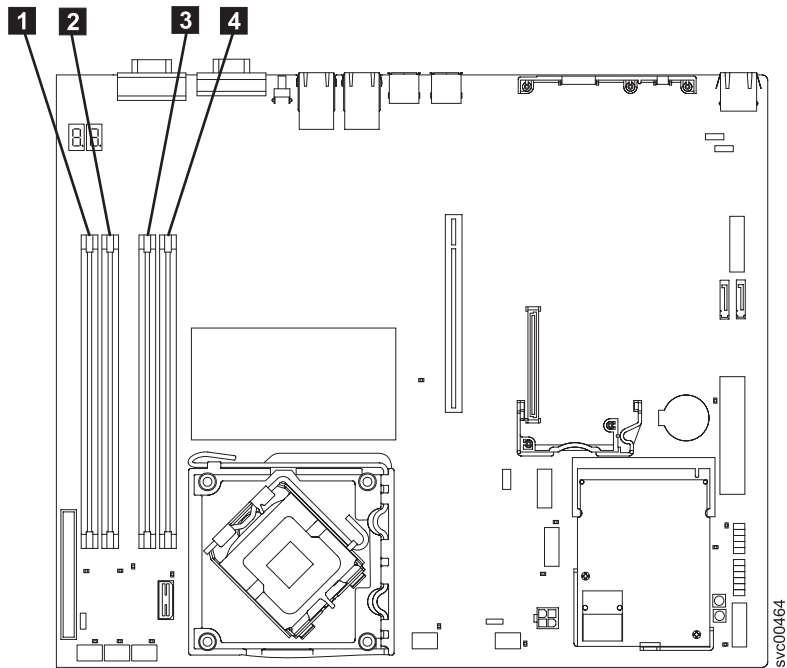

図 79. SAN ボリューム・コントローラー 2145-8A4 メモリー・モジュールのを見つけ方
- SAN ボリューム・コントローラー 2145-8A4: これらのモジュールには、108 ページの図 79 に示すように、**1** から **4** の番号が付けられています。